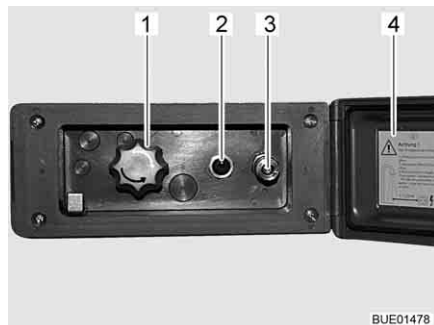

Bild 107 Duschanslutning utsida
- Lås upp och öppna locket (Bild 107,4).
- Anslut ytterduschens slang med snabbkopplingen (Bild 107,3).
- Koppla in vattenpumpen med brytaren (Bild 107,2).
- Ställ in vattentemperaturen enligt önskemål med vredet (Bild 107,1).
- Koppla ur vattenpumpen med brytaren (Bild 107,2).
- Stäng locket (Bild 107,4) och lås det med nyckeln.
- Ställ vredet (Bild 107,1) på mittläget.